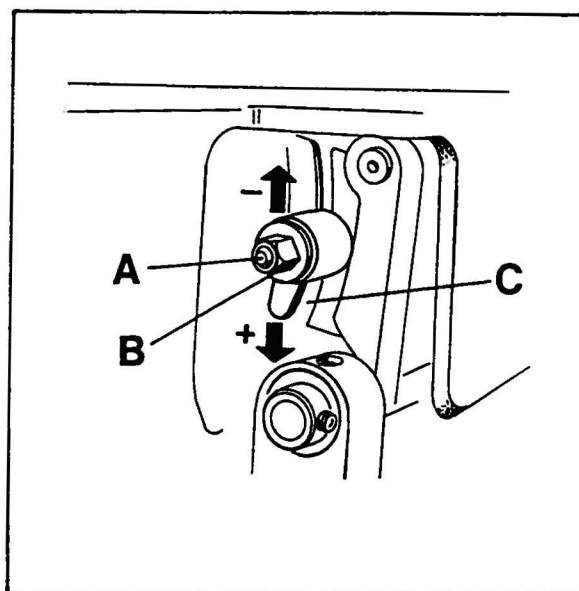

Fig. 24
The length of the stitch can be adjusted by raising or lowering stud (A, Fig. 24) in the segment slot of feed rocker (C) located at the rear of machine below the cloth plate. Lowering stud (A) will lengthen the stitch, raising the stud will shorten the stitch. After loosening nut (B), stud (A) can be moved accordingly. When the desired stitch length is obtained, retighten nut (B).
Die Stichelänge kann durch Höher- oder Tieferstellen des Bolzens (A, Fig. 24) in der Nut des Transportantriebsrahmens (C), hinten an der Maschine unter der Stoffplatte, verändert werden. Tieferstellen des Bolzens (A) verlängert den Stich, Höherstellen verkürzt ihn. Nach Lösen der Mutter (B) läßt sich der Bolzen (A) entsprechend verschieben. Wenn die gewünschte Stichelänge eingestellt ist, ziehen Sie die Mutter (B) wieder an.